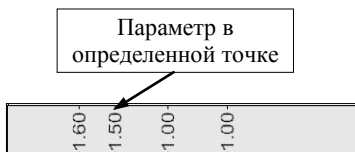

Рис. 9.11
**Точечные графы** (рис. 9.11) хранят информацию в заданной точке.